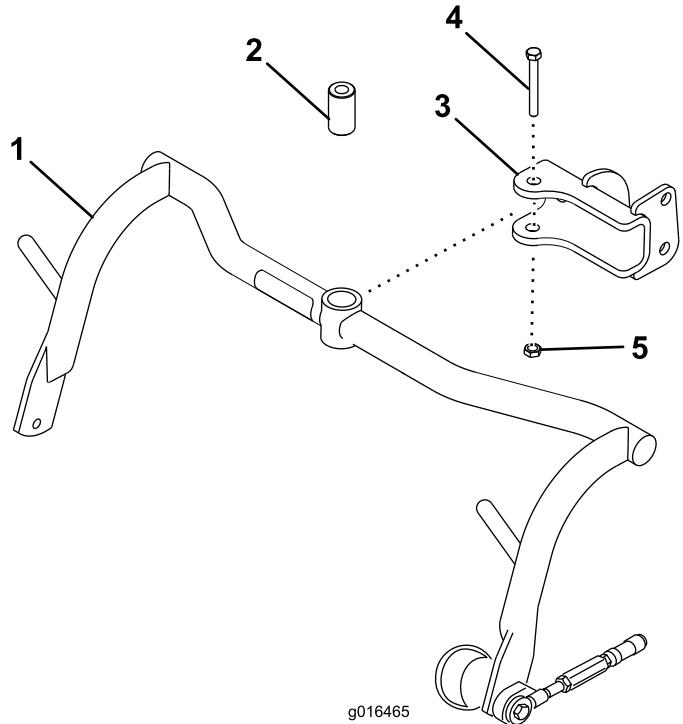

Figura 8
- Monte um conjunto de estrutura de suporte em cada manilha com um espaçador, parafuso de 1/2 x 3-1/4 pol. e porca de bloqueio de 1/2 pol. (Figura 8). Aperte com 91–113 Nm.